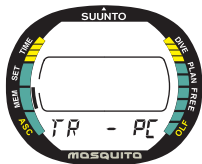

Fig. 5.11. Transfert de données et interface PC.
1. Depuis le Mode Mémoire, appuyez sur le bouton **S** 3 fois pour sélectionner le Mode transfert (Fig. 5.11). La mention TR-PC s'affiche dans le bas de l'écran.